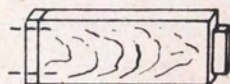

Fig. No. 4
- Travesaño superior (Fig. No. 4)
**Travesaño:** Este va formando el mismo ángulo con la cartera larga. Las espigas son: 4 cms ancho, 3 cms largo, 2 cms grosor; estas van incrustadas en las letras figura No. 4.